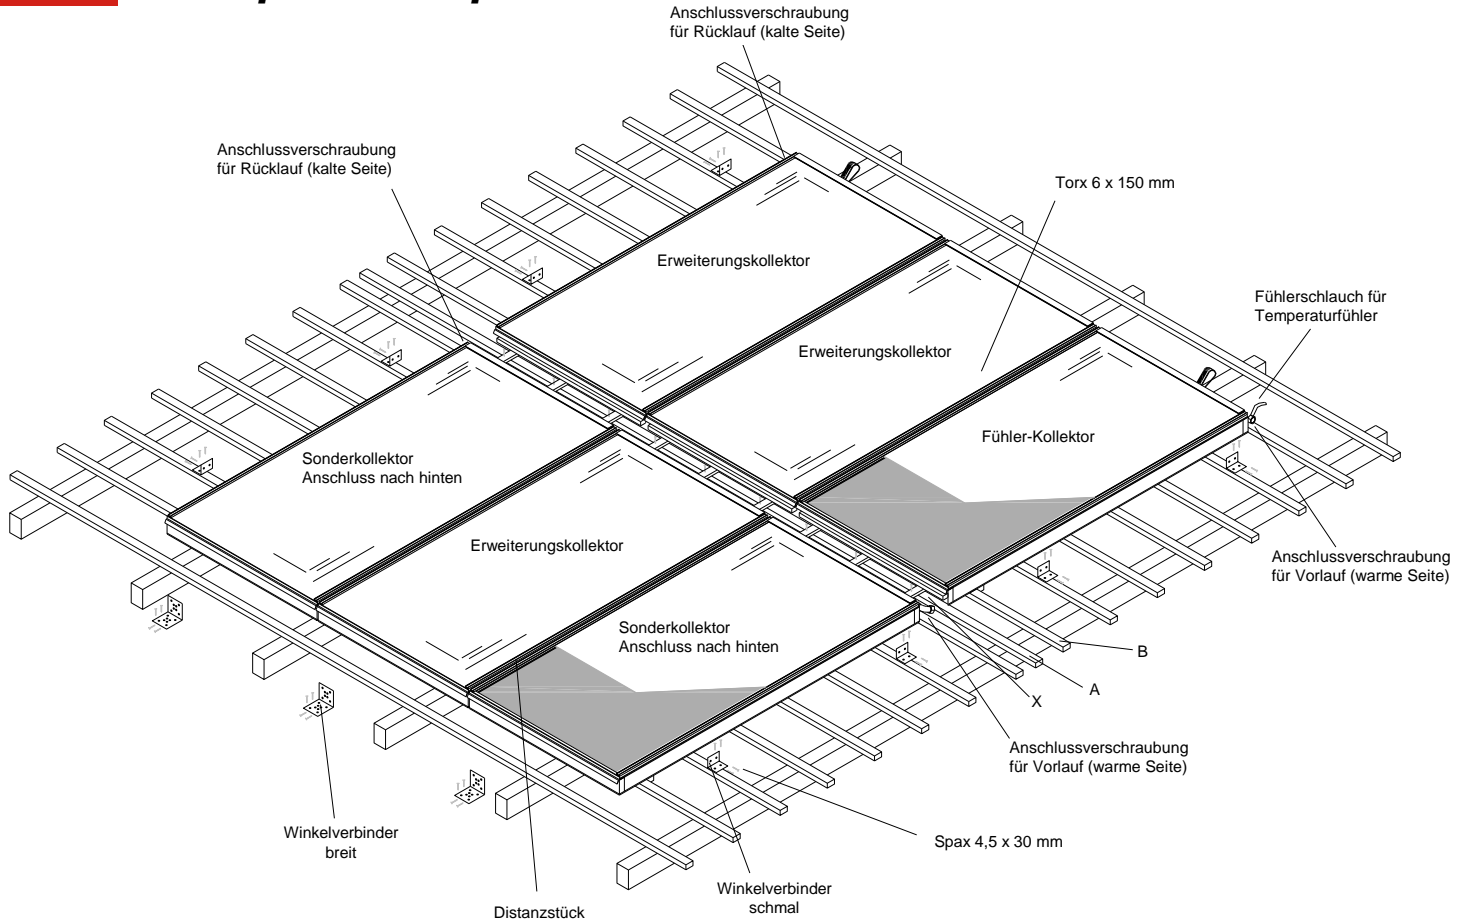
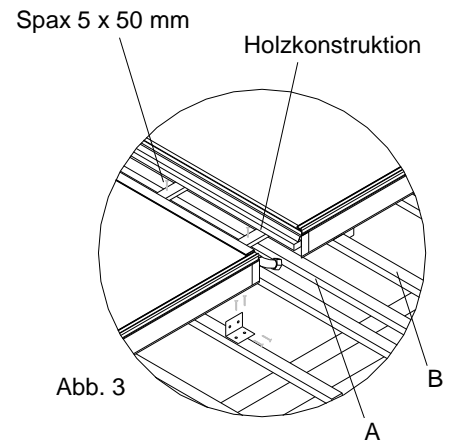
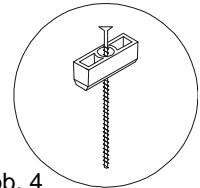

Abb. 1
Abb. 3
Abb. 4
- Die unteren Kollektoren werden zuerst auf die dafür vorgesehene, ausgedeckte Fläche gelegt. **Beachten Sie, dass Sie mit dem rechten Sonderkollektor (Anschluss nach hinten) am rechten Ende des Kollektorfeldes beginnen!** An der Rückseite jedes Kollektors ist eine Dachlatte montiert. Diese Dachlatte muss bei einer bestehenden Dachlatte am Dach einhängen. Dadurch kann der Kollektor nicht vom Dach rutschen, solange er noch nicht festgeschraubt ist (Abb. 1).
- Die Erweiterungsmodule werden ebenso auf die Dachlatten gelegt, und von links an den Kollektor herangeschoben, bis die Klipsverbindung einhakt (Abb. 1 und Abb. 2). Das letzte Modul des unteren Feldes ist der zweite Sonderkollektor (Anschluss nach hinten).
9. Um die oberen Kollektoren am Dach befestigen zu können, müssen bauseits zwei zusätzliche Dachlatten eingezogen bzw. montiert werden (Abb. 1 und Abb. 3, siehe A + B). Die Dachlatte B muss so positioniert sein, dass zwischen den Kollektorreihen ein Abstand von 200 mm frei bleibt (siehe Maß X, Abb. 1).
Im Zwischenraum der oberen und unteren Kollektorreihe wird die mitgelieferte Holzkonstruktion platziert. Die Konstruktion wird dreimal mit den beige-packten Spax 5 x 50 mm an der zuvor eingezogenen Dachlatte befestigt (siehe Abb. 1 und Abb. 3). Danach kann
10. Mit der Anschlussgarnitur flexibel (optional erhältlich) wird die Verbindung der oberen Kollektoren in das Dachinnere hergestellt. **Beachten Sie, dass der rechte Kollektor der Vorlauf (warme Seite) und der linke Kollektor der Rücklauf (kalte Seite) ist (Abb. 1)!**
12. Mit den Torx 6 x 150 mm werden die Kollektoren durch die Langlöcher an den Dachlatten befestigt (Abb. 1 und Abb. 2). **ACHTUNG! Um den richtigen Abstand zwischen den Kollektoren zu erhalten, unbedingt Distanzstücke beilegen (Abb. 1, Abb. 2 und Abb. 4)!**
13. Mit den mitgelieferten Winkelverbindern schmal werden die Kollektoren an der linken und rechten Seite des gesamten Kollektorfeldes je zweimal an den Dachlatten angeschraubt (Abb. 1).